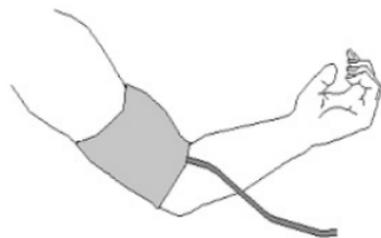

Figura 2.5 Posición del brazalete
1. Al colocar el brazalete, extiéndalo y envuélvalo alrededor de la parte superior del brazo para ajustar de manera uniforme. La posición correcta del brazalete puede observarse en la Figura 2.5.